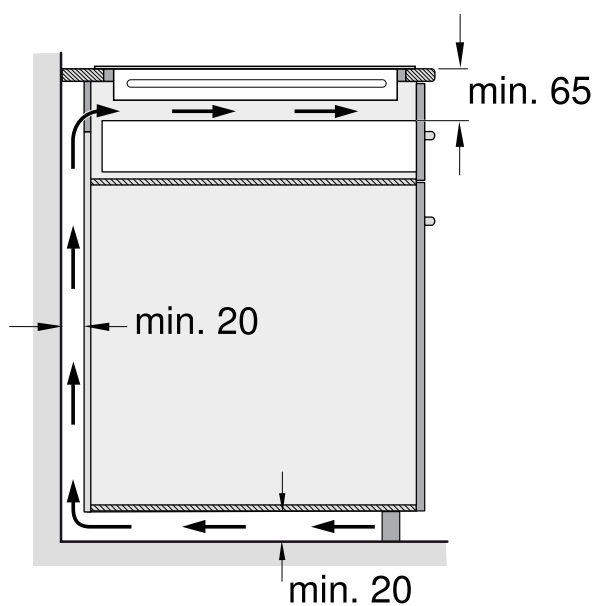

図 2
- IH クッキングヒーターは内部装置を冷却するためにファンが組み込まれています。ユニット内に暖かい空気が排出されるためユニット背面上部に所定の通気口を設けて下さい。また、キャビネット内に効果的に給気ができるよう、壁と背板の間に必ず20mm以上の通気スペースを設けて下さい。(図2)